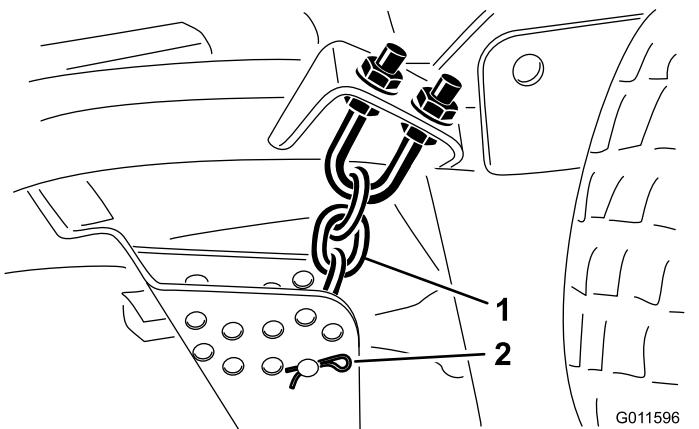

Figura 24
- Retire el pasador de horquilla y el pasador que fijan las cadenas de ajuste de la altura de corte a la parte trasera de la carcasa de corte (Figura 24).